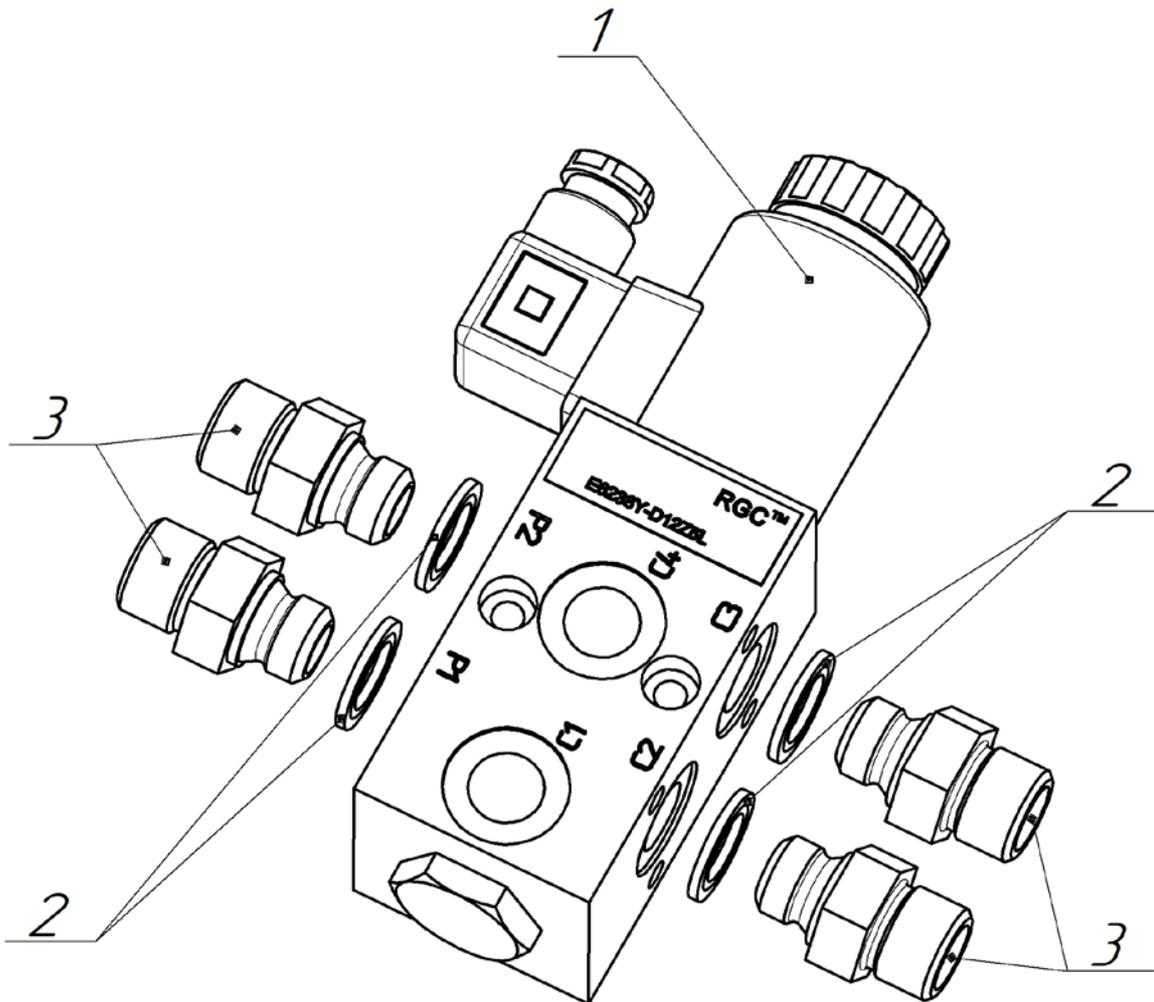

Рис. 2.8
2.2.3.1 Надеть медные (металлорезиновые) кольца 3/8" ② (рис.2.8) на адаптеры BSP 3/8"(Ш)-M20x1,5(Ш) ③ и вернуть их во входные порты P1, P2, C2 и C3 дивертора ①.